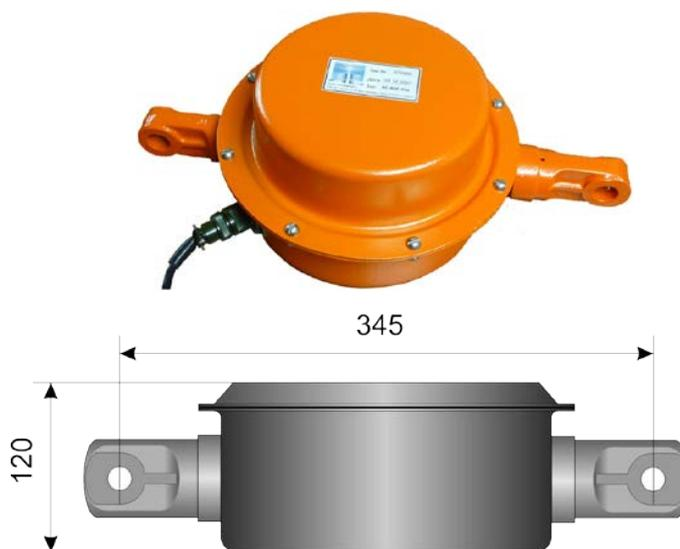

Рис. 5
6.5. Датчик усилия в грузовом канате, Рис.5, преобразует натяжение, создаваемое в грузовом канате массой поднимаемого груза, в электрический сигнал. Представляет собой S-образный тензометрический преобразователь класса точности 0,03% смонтированный вместе с предусилителем в стандартном или оригинальном корпусе с сохранением посадочных размеров для удобства монтажа.